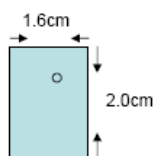

图 3 Pt 电极打孔的位置
2) 从镀铂的对电极的导电面上用 1mm 的钻头打孔。打孔的位置如图 3 所示。